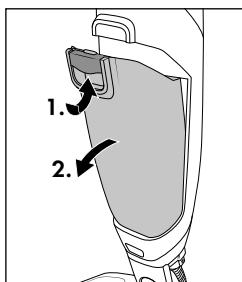

Bild 13
- ◆ Lossa uppläsningsspaken **9** samtidigt som du drar smutsbehållaren **10** framåt och tar av den (se bild 13).